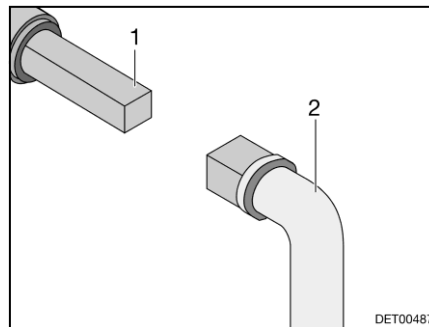

Fig. 92 Utilisation du robinet d'évacuation des eaux usées
- Insérer la clé (Fig. 92,2) sur la vis à quatre pans (Fig. 92,1).